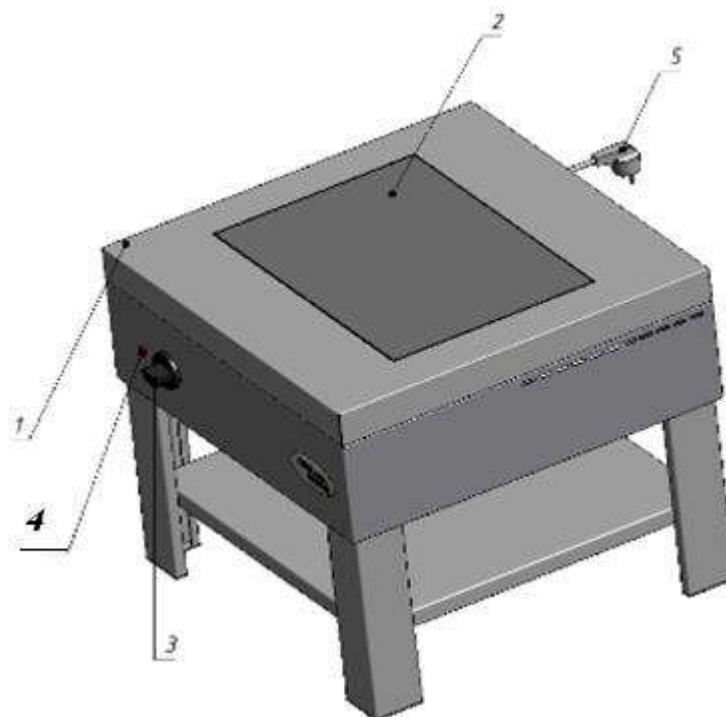

Рис.2
5.1. Основные части изделия указаны на рис.2 и перечислены в таблице 1. на примере Ф1пЭ(530х530)